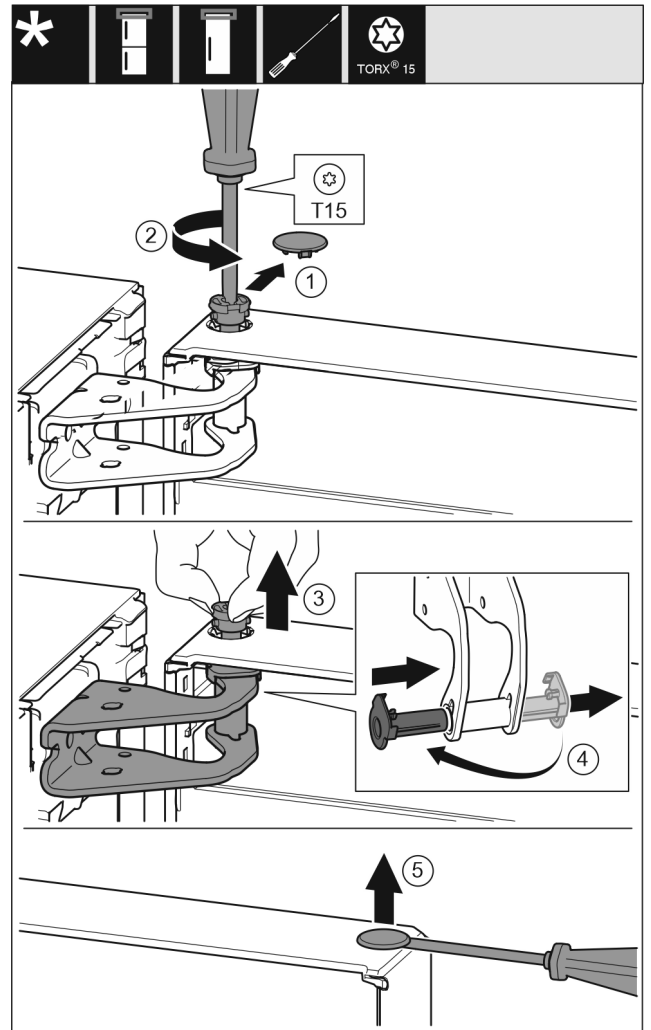

Fig. 9
- ▶ Retire la cubierta del seguro con cuidado. Fig. 9 (1)
- ▶ Desenrosque un poco el perno con el destornillador T15. Fig. 9 (2)
- ▶ Sujete la puerta y extraiga el perno con los dedos. Fig. 9 (3)
- ▶ Extraiga el casquillo de cojinete de la guía. Introdúzcalo y encájelo por el otro lado. Fig. 9 (4)
- ▶ Levante cuidadosamente el tapón del casquillo de cojinete de la puerta con un destornillador para tornillos de cabeza ranurada y extráigalo. Fig. 9 (5)